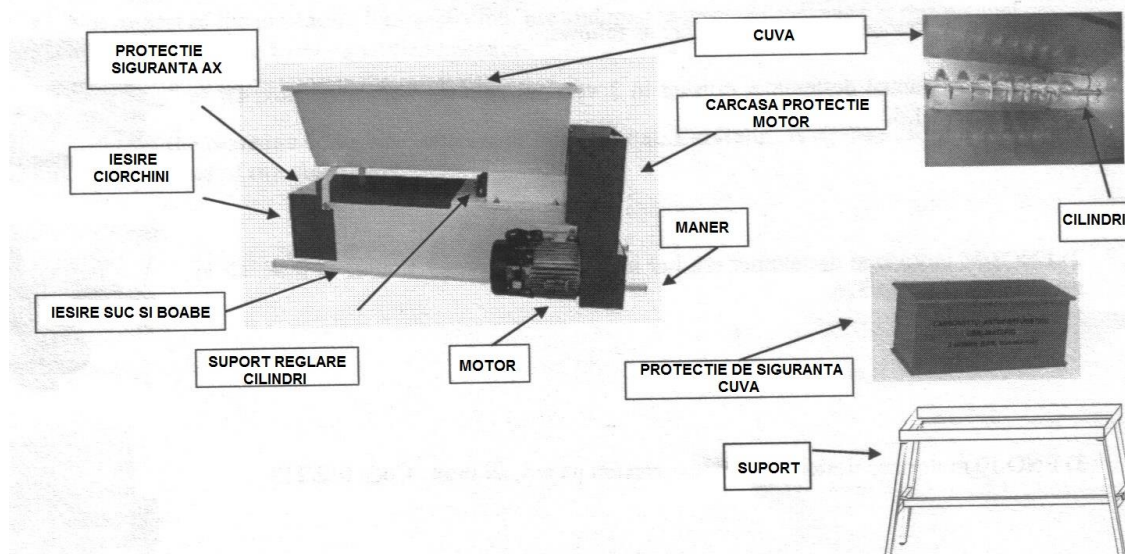

Fig. 1 - Descriere zdrobitor-desciorchinator model ENO 15 (B-vitis Pro E, By-zdrob Pro E)
10) **Protectia de siguranta pentru cuva:** trebuie lasata deasupra cuvei. Aceasta protectie este necesara pentru a preveni accesul mainilor in zona de actiune a melcului sau a tamburilor (Fig. 1).
Utilajul este prevazut cu protectii pentru motor si pentru toate pinioanele, pentru a evita contactul direct cu degetele. Utilajul este de asemenea prevazut cu o protectie superioara care se instaleaza deasupra cuvei (Fig. 1) pentru a evita posibilitatea de a atinge accidental agitatorul si cilindri. Aceasta protectie nu va protejeaza de daunele provocate inaintea cuvei, in timpul alimentarii cu struguri. Pentru siguranta utilajului si pentru buna functionare a tuturor componentelor, in cazul in care pozitionati utilajul pe o cada sau vas, verificati daca dimensiunile urmatoare sunt indeplinite.